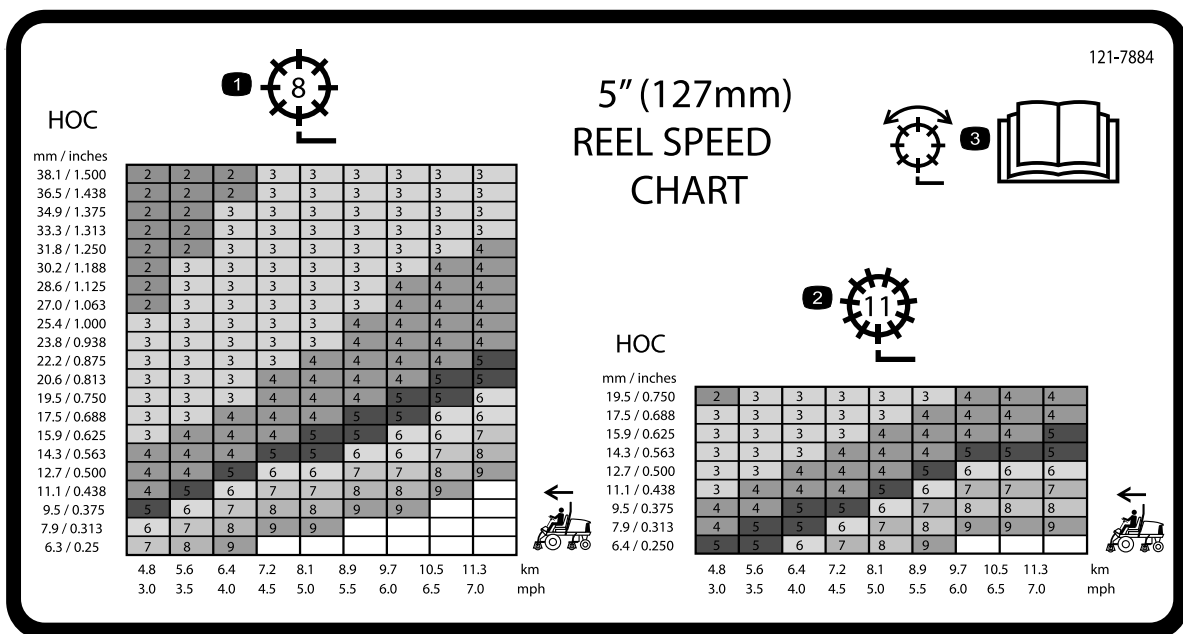
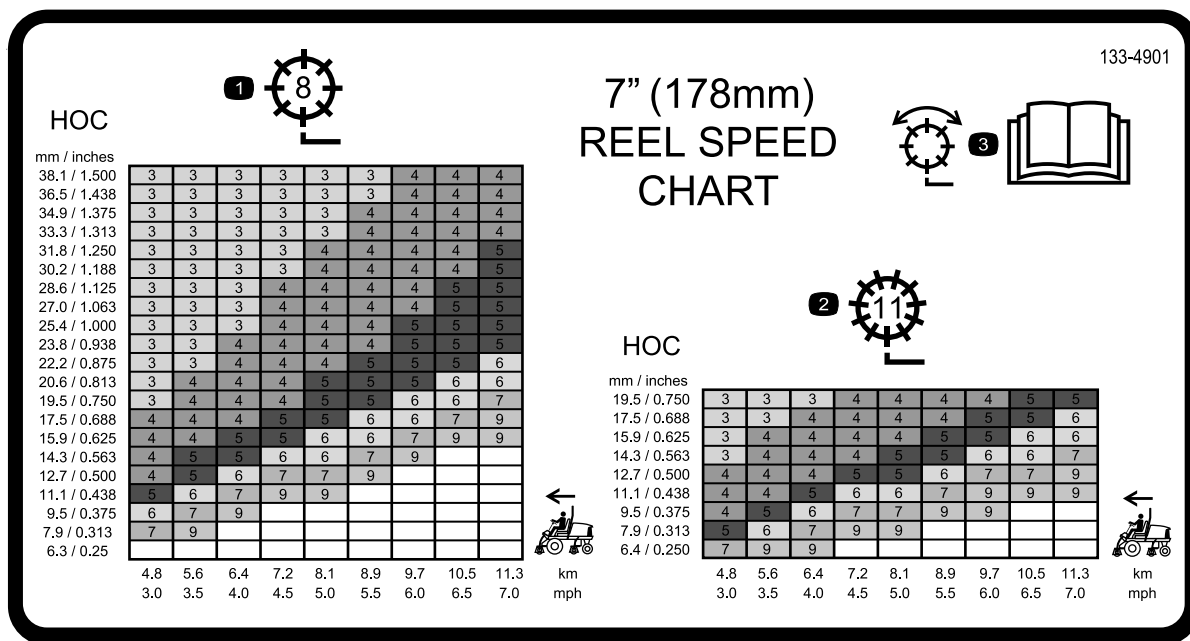

Figura 40
Figura 41
3. Utilizați graficul de pe autocolantele cu diagrama cu viteza cilindrului (**Figura 40** și **Figura 41**) pentru a determina setarea adecvată pentru viteza cilindrului.